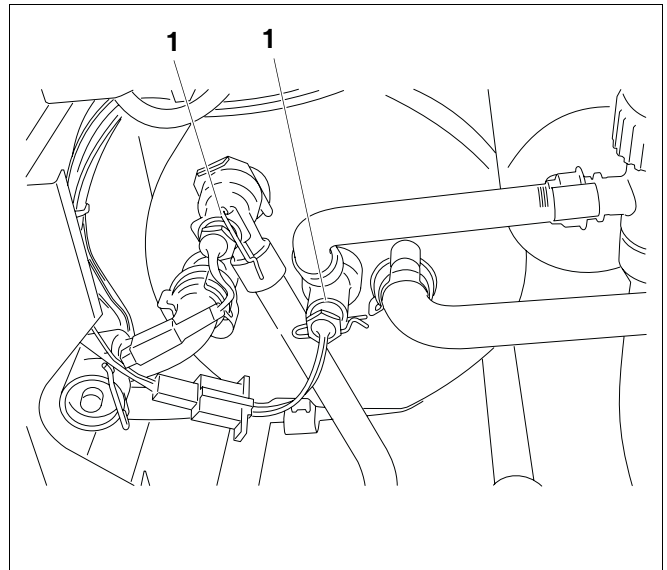

Bild 53 Sicherheitsklammern lösen und Speichertemperatursensor und Auslauftemperatursensor demontieren
- Sicherheitsklammern (→ Bild 53, [1]) abziehen.